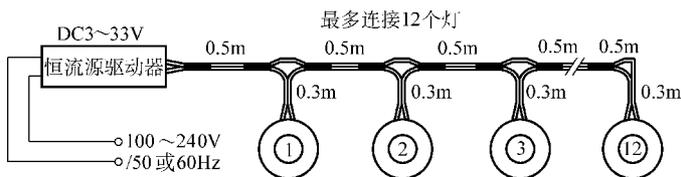
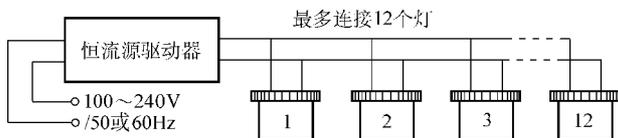

图 8-14 LU-PC- ϕ 30-1W 型大功率单元灯电气连接图
图 8-15 LU-PC-1W 型 LED 大功率单元灯电气连接图
1) 采用恒流源驱动器供电的电气连接方法：安装 LU-PC- ϕ 30-1W 型和 LU-PC-1W 型 LED 大功率单元灯，只需用一根电源线将恒流源驱动器控制系统相连接即可，安装操纵十分方便，电气连接如图 8-14 和图 8-15 所示。